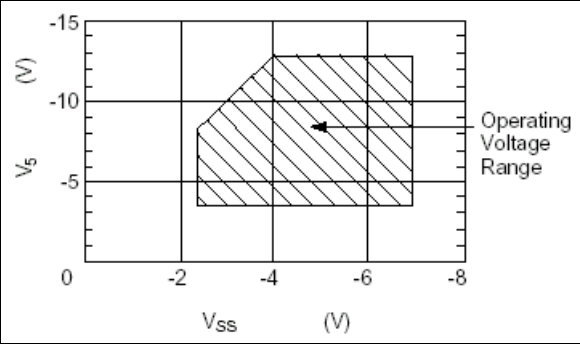

Рисунок 5.4 Диапазоны рабочих напряжений V_{SS} и V_5 .
2. Выводы A0, D0 - D7, E (RD), R/W (WR) и CS.
6. Выводы A0, E (RD), R/W (WR), CS, CL и RES.
8. Эта величина является потреблением тока при записи изображения вертикальных полос в течение t_{CYC} . Потребление тока во время доступа почти пропорционально частоте доступа (t_{CYC}). Когда доступ не производится, потребляется только I_{DD} (1).
10. Диапазоны рабочих напряжений V_{SS} и V_5 (см. Рисунок 5.4).